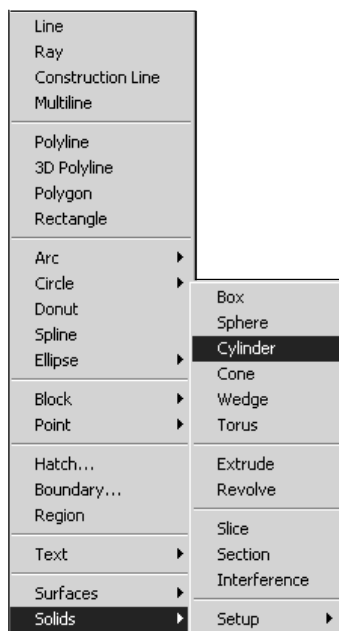

Рис. 5.4. Меню **Solids** для рисования твердых тел
1. Вызвать с помощью меню (рис. 5.4) **Draw | Solids | Box** (Рисование | Тела | Ящик) команду построения параллелепипеда.
1. Вызвать с помощью меню (рис. 5.4) **Draw | Solids | Cone** (Рисование | Тела | Конус) команду построения конуса.
1. Вызвать с помощью меню (рис. 5.4) **Draw | Solids | Extrude** (Рисование | Тела | Выдавить) команду выдавливания двумерных замкнутых кривых.
1. Вызвать с помощью меню (рис. 5.4) **Draw | Solids | Cylinder** (Рисование | Тела | Цилиндр) команду построения цилиндра.
1. Вызвать с помощью меню (рис. 5.4) **Draw | Solids | Sphere** (Рисование | Тела | Шар) команду построения шара.
1. Вызвать с помощью меню (рис. 5.4) **Draw | Solids | Torus** (Рисование | Тела | Тор) команду построения тора.
1. Вызвать с помощью меню (рис. 5.4) **Draw | Solids | Wedge** (Рисование | Тела | Клин) команду построения клина.